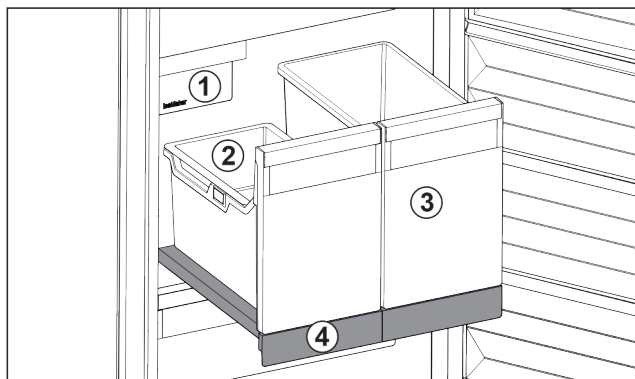

Fig. 116 Izvlačna ploča s IceTower
Na izvlačnoj ploči se nalaze dva visoka spremnika (IceTower). U spremniku se skupljaju i spremaju Fig. 116 (2) kockice leda iz IceMaker. Spremnik Fig. 116 (3) je prikladan za čuvanje visokih namirnica kao što su pizza ili alkoholna pića. Izvlačna ploča s IceTower montirana je na staklenoj ploči s izvlačnim vodilicama. Izvlačnu ploču možete rastaviti radi čišćenja.